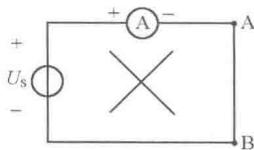

图 1-3 电流表不准与电源并联
(3) 电流表不准与电源并联，即电流表不准与不带负载的电源连接在一起，如图 1-3 所示，因为电流表的内阻很小，这样连接会因流过电流表的电流过大而把表烧坏。